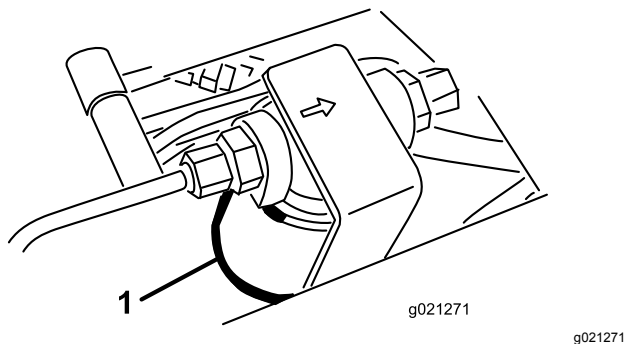
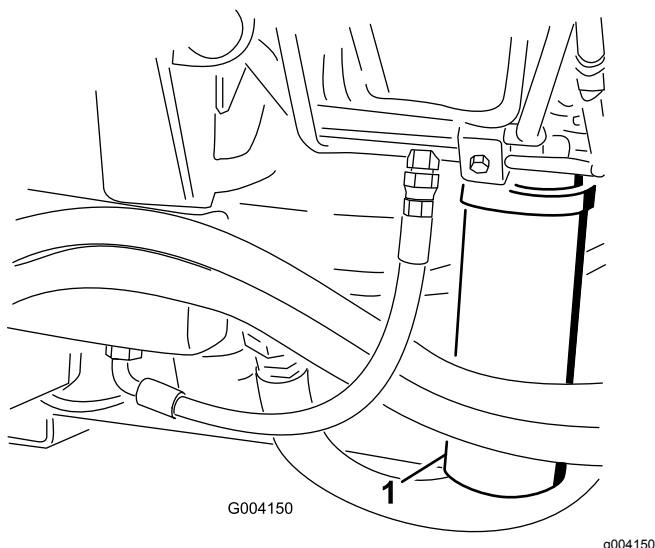

図 88
図 89
2. フィルタ取り付け部付近をきれいに拭い、下に容器を置く 図 88 と 図 89。